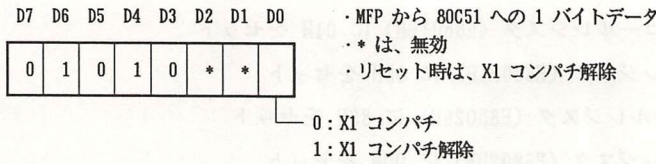

図5-11 特定のTVコントロールキーにおけるX1コンパチ化制御コードフォーマット
(6) 特定の TV コントロールキーにおける X1 コンパチ制御コード (図5-11参照)